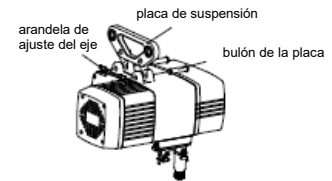

Imagen 6
- 1 Instalación de la placa de suspensión (Imagen 6)